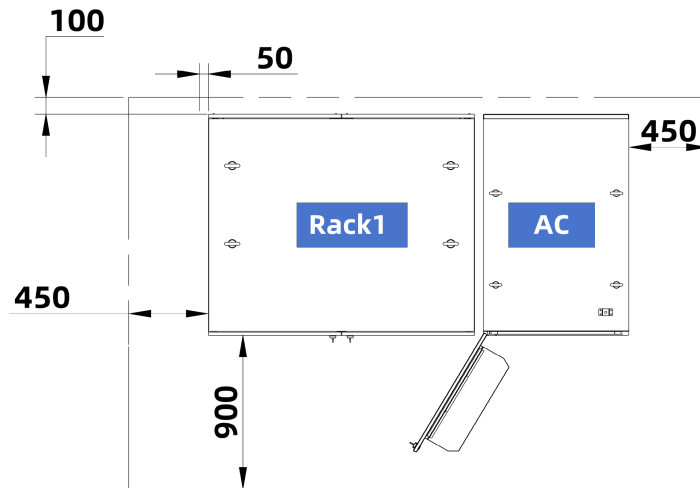
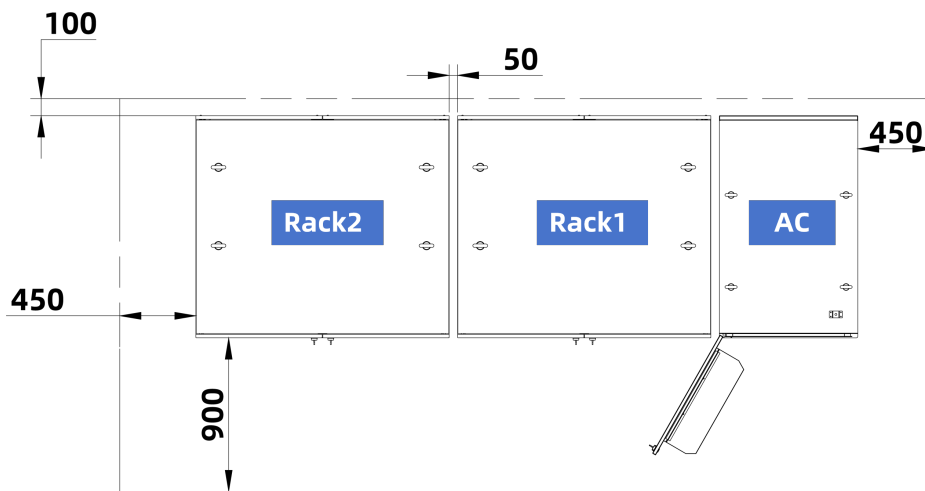
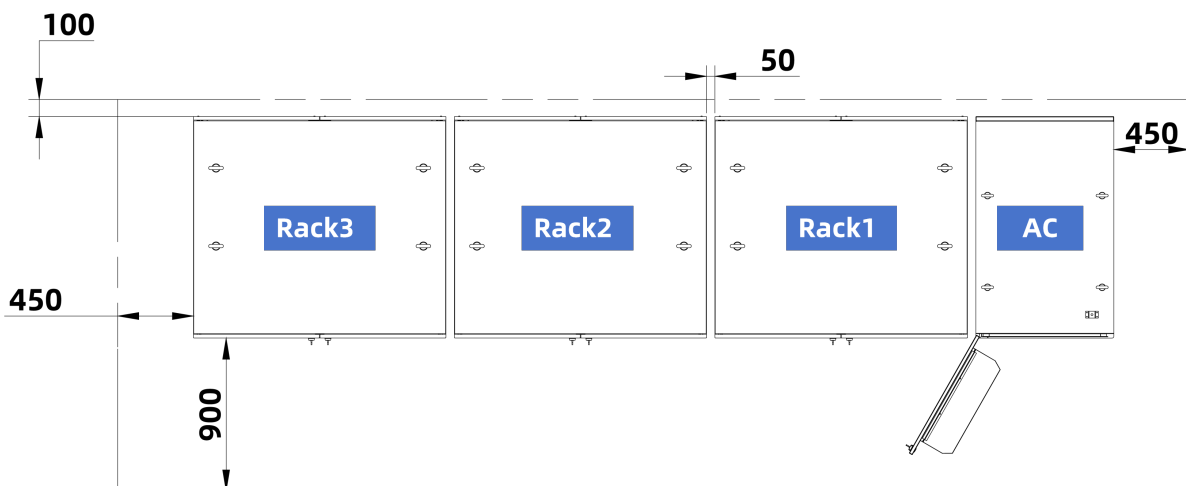

Abbildung 6-1: Platzbedarf: 1TC+1TB
Abbildung 6-2: Platzbedarf: 1TC+2TB
Abbildung 6-3: Platzbedarf: 1TC+3TB
Die folgenden Abbildungen geben die Mindestabstände und Ausrichtungsanforderungen für die ESS-Installationen (Einheit: mm) an. Abbildung 6-1, Abbildung 6-2 und Abbildung 6-3 zeigen Konfigurationen mit einem AC-Steuergehäuse (TC), gekoppelt mit einem, zwei bzw. drei Batteriegehäusen (TB).